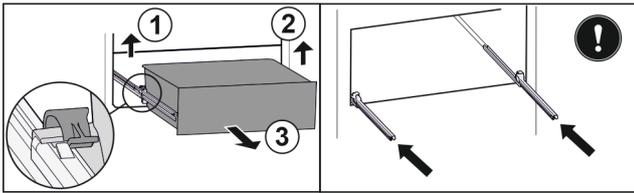

Fig. 131
- ▶ Levante la abrazadera izquierda y tire del cajón izquierdo hacia delante al mismo tiempo. Fig. 131 (1)
- ▶ Levante la abrazadera derecha y tire del cajón derecho hacia delante al mismo tiempo. Fig. 131 (2)
- ▶ Extraiga el cajón hacia delante. Fig. 131 (3)